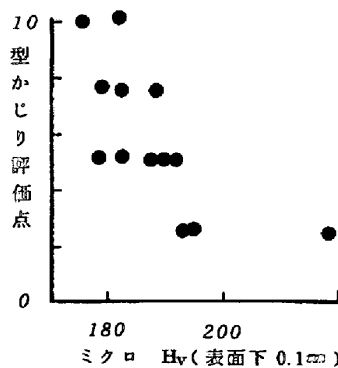

図3 加工後表面硬さの影響
3. 実験結果 図3は加工後の材料の表面硬度(非かじり部)と型かじりとの関係で、硬度の高いものは悪い。この理由として表面でのせん断変形が大きく加工硬化の大きいものが悪いと考え、そのような場合は塑性変形による温度上昇が焼付きの原因になっているとの見方ができる。また塑性変形によって生じる活性な新生面は焼付きを起し易いという一面も考えられる。このような意味で、母材で表面硬度が中心硬度に比して大きい場合は表面が変形しにくいので好ましく、またリム層が厚いと好ましくない。これは実験によってある程度確認している。